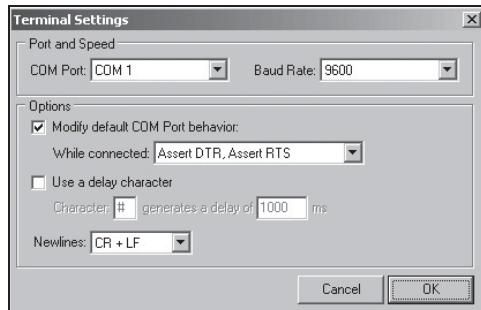

Figure 7 - Paramétrage des lignes RTS et DTR dans le programme de terminal de Flash Magic.
**Important :** il faut paramétrer correctement la fonction des lignes RTS et DTR (activées toutes les deux) ce qu'illustre la recopie d'écran de la **figure 7**.